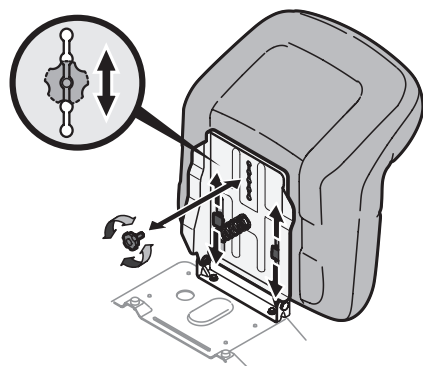

Figure 11
1. Pour régler la position du siège, desserrer le bouton/boulon de réglage sur la partie inférieure du siège. Faites glisser le siège vers l'avant ou vers l'arrière comme désiré. Resserrez le bouton/boulon de réglage (Figure 11).